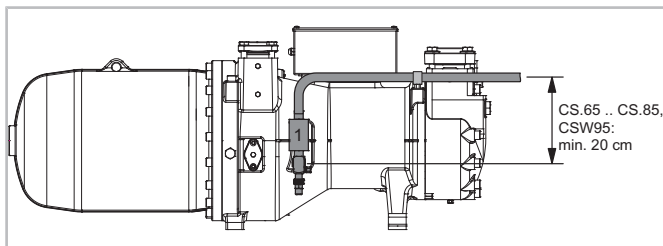
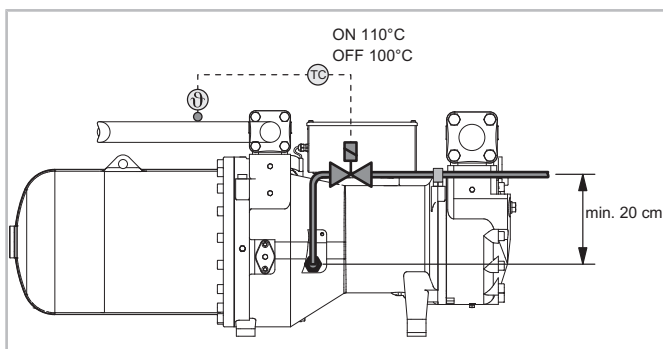

Рис. 5 Схема прокладки трубопровода линии экономайзера на компрессоре
Рис. 6 Схема прокладки трубопровода линии впрыска жидкого хладагента (LI) с клапаном впрыска хладагента
Оptionальные линии экономайзера (ECO) (не для CSH95), см. рис. 5, стр. 78 и/или впрыска жидкости (LI), см. рис. 6, стр. 78 должны быть направлены вертикально вверх от места присоединения. Это предотвращает миграцию масла и повреждение компонентов вследствие гидравлических ударов (см. руководство SH-170).